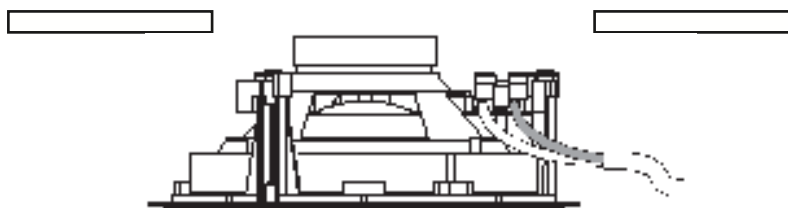

Fig 4 / Schéma 4 / Abb. 4 / Fig 4 / Fig 4 / Fig 4
STEP 2: Strip and attach speaker wires to the speaker before inserting into the hole cutout. The Series Two, Series Four and Series Six speakers use different speaker terminals, Series Six is shown. (Fig 4)
SCHRITT 2: Isolieren Sie die Lautsprecherleitungen ab und schließen Sie diese am Lautsprecher an, bevor Sie den Lautsprecher in den Ausschnitt einsetzen. Die Lautsprecher der Baureihen 2, 4 und 6 nutzen jeweils unterschiedliche Lautsprecheranschlüsse. In der Abbildung sehen Sie Baureihe 6. (Abb. 4)
FASE 2: attaccare i cavi dell'altoparlante con del nastro prima di inserirli nella sagoma del foro. Gli altoparlanti Series Two, Series Four e Series Six utilizzano diversi terminali di altoparlanti. Qui viene mostrata la Series Six. (Fig. 4)
ETAPA 2: Descasque e conecte os fios do alto-falante ao alto-falante antes de inserí-lo no recorte do orifício. Os alto-falantes Series Two, Series Four e Series Six usam diferentes terminais. O Series Six é mostrado na figura. (Fig. 4)
PASO 2: Pele los cables de altavoz y conéctelos al altavoz antes de introducirlo en el corte ahuecado. Los altavoces Series Two, Series Four y Series Six utilizan terminales de altavoz diferentes; aquí se muestra Series Six. (Fig. 4)